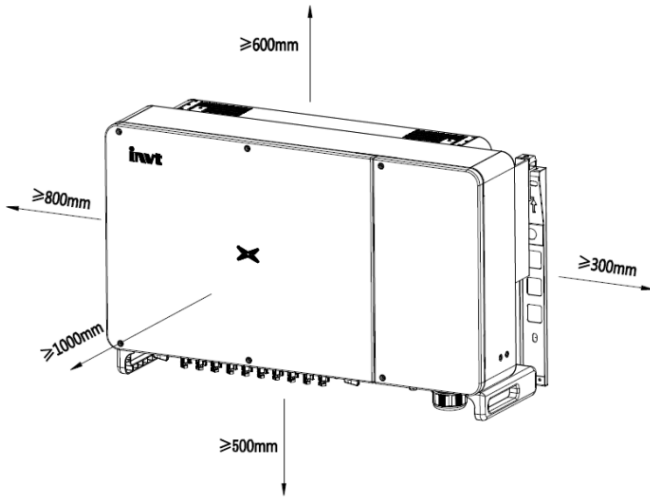

图 4.4 逆变器安装间距
(3) 安装多台逆变器时，需要在逆变器之间预留一定的间距，左右间距如图 4.4 所示，同时逆变器上下部分均需留出足够的距离，以便确保其散热良好。